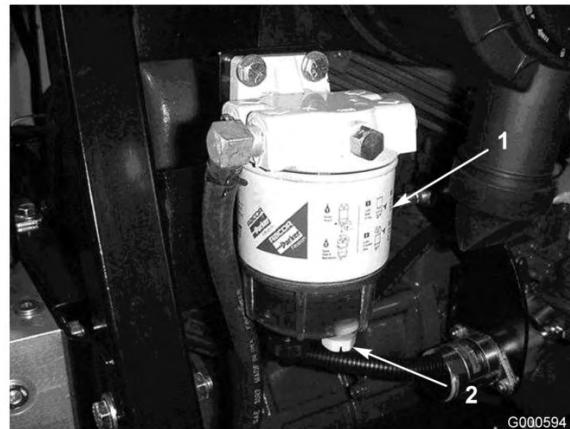

Figure 38
Vidangez chaque jour l'eau ou autres impuretés qui se trouvent dans le séparateur d'eau (Figure 38).
2. Dévissez le bouchon de vidange en bas de la cartouche du filtre (Figure 38). Revissez le bouchon quand la vidange est terminée.